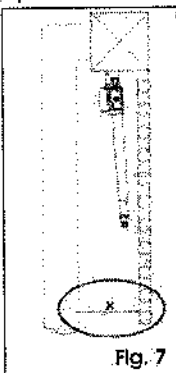

Fig. 7
- ⚠ Una vez instalado el operador, compruebe que la cota "X" de la Fig. 7 sea como mínimo de 500 mm. Si la cota "X" es inferior a 500 mm es necesario realizar una prueba de impacto en el punto marcado en la Fig. 7, tal y como se describe en la norma UNI EN 12445, y comprobar que los correspondientes valores sean conformes con lo establecido por la norma UNI EN 12453.